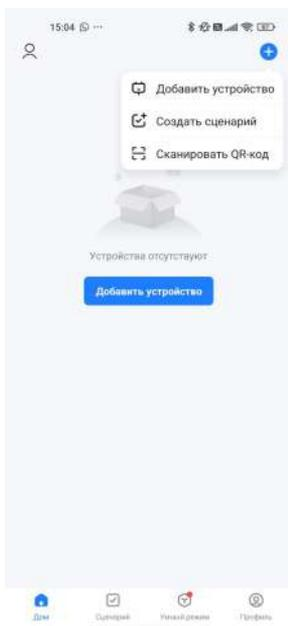

Рис. 7
7. Откройте приложение Smart Life и нажмите «+» в правом верхнем углу для добавления устройства (рис. 7).